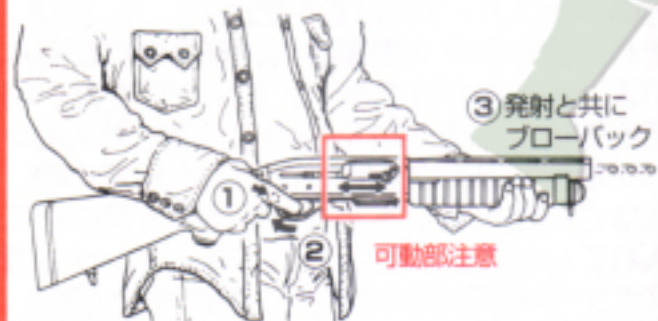

図10
- ①ターゲットとその回り(特に後方)の安全を充分確認。銃を正立(→図10参照)にしてから、セフティをはずしてください。
- ②ここで初めてトリガーガード内に指を入れトリガーを「カチッ」と一気に引ききります。構造上トリガーはガスバルブの開放スイッチですので、一気に引ききらない場合、ガス漏れ音がして作動が遅れる場合があります。
- ③トリガーを引ききると、3発(弾数変更後1発)のBB弾を同時発射、直後にボルトが勢い良く後退そして前進、ブローバックします。可動部(ボルトハンドル、ポート内のボルト)に身体の一部や衣類等が当たったり、かんだりしないようご注意ください。3発仕様で6回、1発仕様で18回発射。
- ④給弾の限り、トリガーを引くたびに発射を繰り返します。この銃にはボルトストップを設定していませんので、弾がなくなると空撃ちブローバックになります。
2. レンジアップ(ホップアップ)システムは銃をまっすぐ正立(→**図10** 参照)の状態と条件に合うBB弾を発射した時に効果的なホップアップ効果を得られるように固定セッティングしてあります。よって銃を斜め、横、逆さにしたり、銃に合わないBB弾を用いて発射されると、BB弾は全く予期しない方向に飛んでいく恐れがあります。ご注意ください。→**7.レンジアップ(ホップアップ)について**を参照
4. 発射ガスの性質上、①気温の低い時(おおよそ20℃以下)、②連続発射後、③生ガス発射後、に銃が冷えてしまいパワーダウン・給弾不良等正常に作動しないことがあります。セフティをかけて、銃からガスタンクをはずし、そのままにして常温に戻るまでお待ちください。加温は絶対にお止めください。また一旦冷えてしまい調子が悪くなった銃・ガスタンクには、必ず常温に戻ってからガス注入・セットを行ってください。**2.ガスの注入(デタッチャブルガスタンクの使い方)**の**△ガスポンベ・ガスガン使用上の注意**部分をお守りください。※必ずガスポンベ本体の警告文もお読みください。
5. **△残弾警告②(マガジンに弾が残っているのに発射圧がなくなった場合)**：発射ガスの性質上、特に20℃以下の低温時、しばらく撃つことによりガス圧が低下してきたら、構造上ボルトが少し後退するだけで、マガジンに弾があっても発射できなくなり、ガス消費、冷えを知らせます。この時発射できないから銃内に弾がないと絶対に判断しないでください(**3.給弾**の**△残弾警告①**も参照)。マガジンを銃からはずすだけでは弾が銃内に残る(詰まる)場合があり、このまま放置すると次操作時残弾を忘れて発射してしまう危険性があります。続けてすぐに撃たない場合は、ただちに**6.発射を終える時の処理**を行い銃を安全な状態にしてください。マガジンがついていなかったというだけで、その銃内にBB弾が無いとは絶対に判断しないでください。
△ 警告: レンジアップというシステムの性質上、軽量BB弾等を使用した場合や銃を斜め・横・逆さにしたり、1発で発射した場合、狙った方向とはかなり異なる方向にBB弾が飛んでしまいます。正しいホップアップ効果を得るためには図10のように銃を正立させてから、条件に合うBB弾を3発で発射してください。